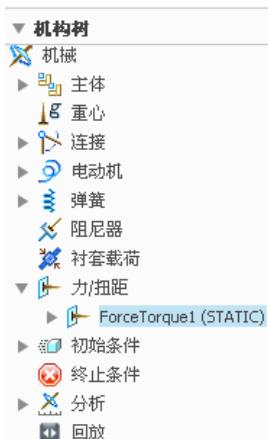

图 6.6.2 机构树
Step3. 删除机构中的点力。在图 6.6.2 所示的机构树中右击点力节点“ForceTorque1”，选择 **删除** 命令。